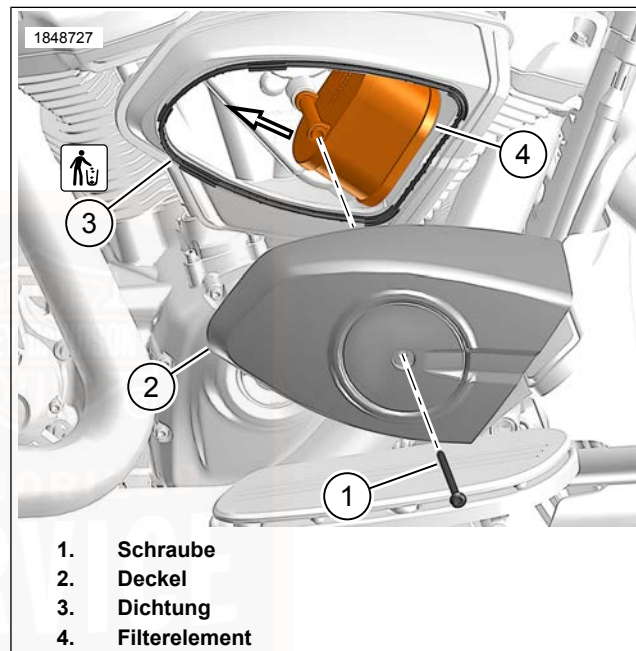

Abbildung 101. Luftfiltereinsatz
1. Siehe Abbildung 101. Die Luftfilterabdeckung entfernen.
- a. Die Schraube (1) entfernen.
- b. Den Deckel (2) entfernen.
- a. Den Filtereinsatz (4) in einem Aufwärtswinkel nach hinten bewegen, um ihn vom Schnorchel zu lösen.
- c. Dichtung (3) entfernen. Auf Schäden oder Verschleiß prüfen.
2. Die Dichtung (3) ersetzen, wenn sie beschädigt oder abgenutzt ist.
3. Siehe Abbildung 101. Den Luftfiltereinsatz anbringen.
- a. Den Filtereinsatz (4) auf den Schnorchel setzen und nach vorne in die Einbauposition drücken.
- b. Die Dichtung (3) mit der Nut im Luftfiltergehäuse ausrichten. Dichtung einbauen.
- a. Die Abdeckung (2) anbringen.
- b. Die Schraube (1) anbringen. Festziehen.